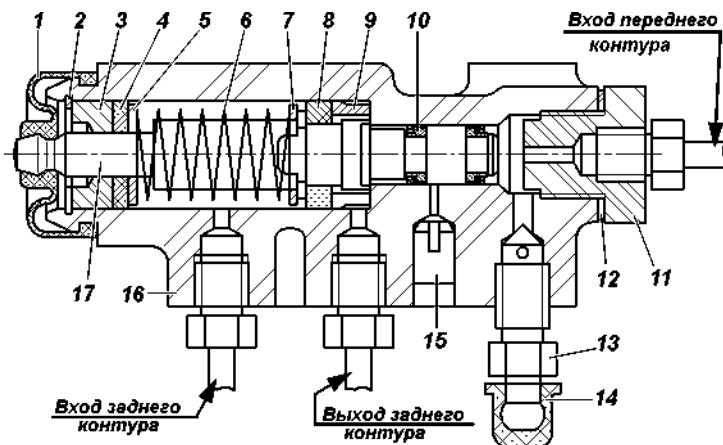
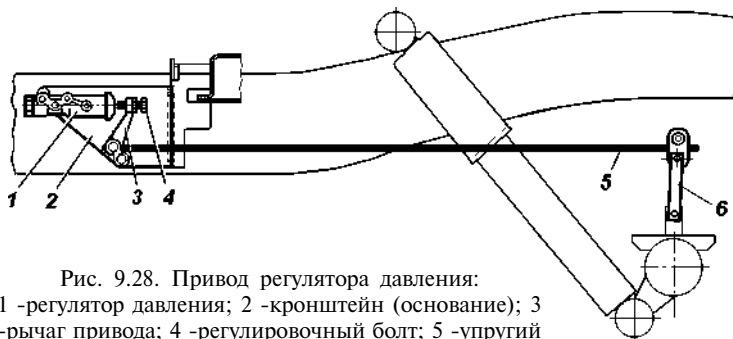

Рис. 9.27. Регулятор давления:
Рис. 9.28. Привод регулятора давления:
Регулятор давления (рис. 9.27). При обслуживании проверяйте работоспособность регулятора давления. Очищайте регулятор от грязи и проверяйте надежность его крепления. Внешним осмотром убедитесь, что регулятор и детали его привода не имеют повреждений, отсутствуют подтекания тормозной жидкости и люфты в соединении стойки с упругим рычагом и кронштейном на заднем мосту.
В процессе эксплуатации и при замене задних рессор необходимо регулировать усилие упругого рычага 5 (рис. 9.28) на поршень регулятора. Регулировку производить в следующей последовательности:
3. Завернуть болт 4 (см. рис. 9.28) до соприкосновения его с хвостовиком поршня 17 (см. рис. 9.27) регулятора, повернув регулировочный болт на $1...1\frac{1}{3}$ оборот (6-8 граней головки болта).
5. Проверить правильность регулировки при движении автомобиля. Для этого, двигаясь по прямому горизонтальному участку дороги с сухим асфальтовым покрытием, затормозить автомобиль до блокировки колес. При исправном регуляторе и правильно выполненной регулировке привода должно быть некоторое опережение блокировки передних колес относительно задних. В случае опережающей блокировки задних колес дополнительно отвернуть болт 4 (см. рис. 9.28) на 1-2 грани головки болта и повторить проверку при движении автомобиля.